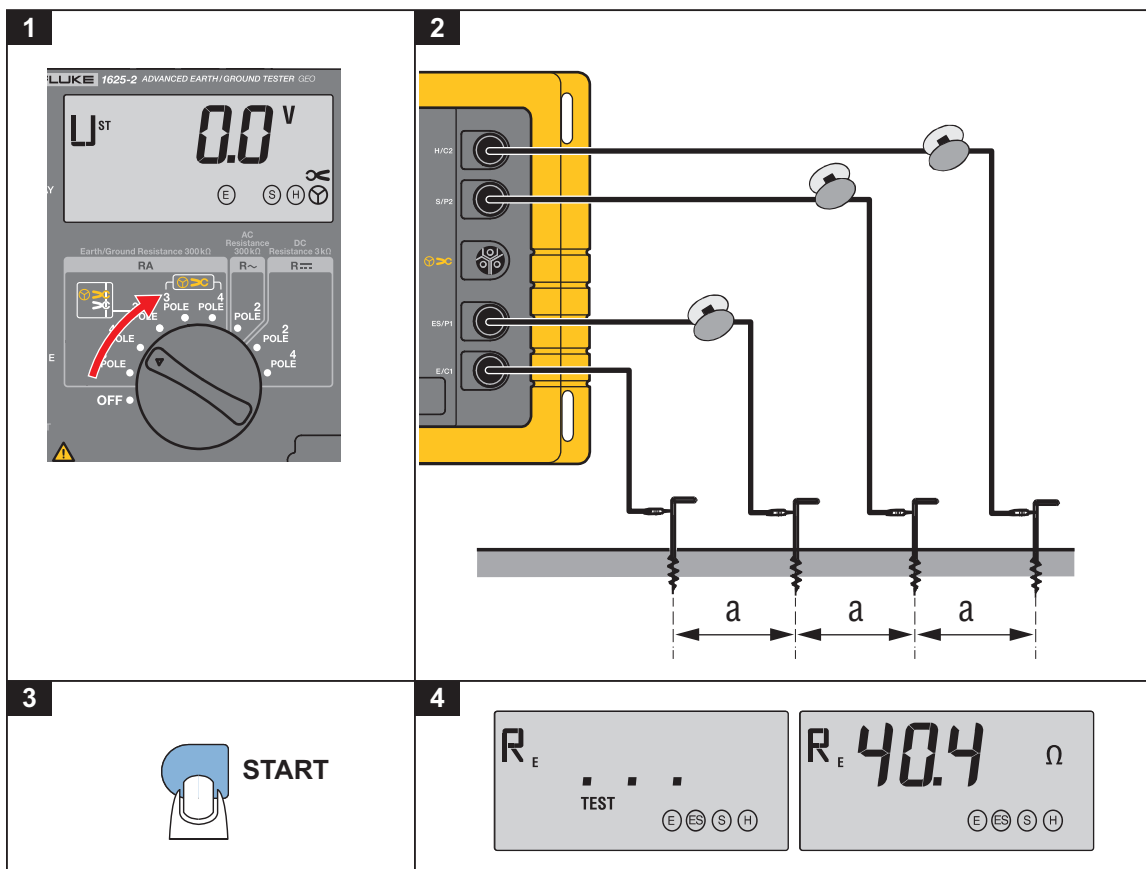

Figure 11. Mesure de la résistivité des terrains
La résistivité des terrains est la quantité géologique et physique associée au calcul et la conception des réseaux de terre. La procédure de mesure illustrée sur la figure 11 utilise la méthode mise au point par Wenner (F.Wenner, Méthode de mesure de la résistivité des terrains ; Bull. National Bureau of Standards, Bulletin 12 (4), Paper 258, S 478-496; 1915/16).